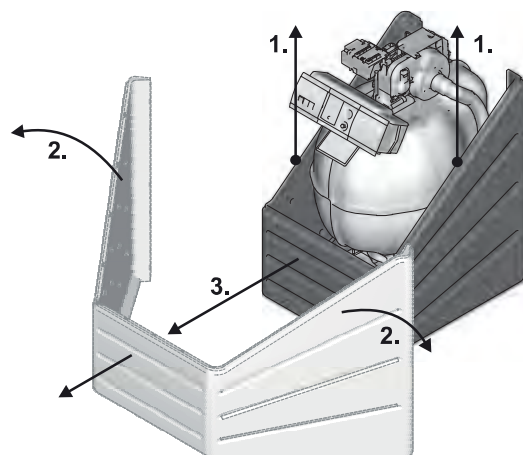

Fig. 9-2 Retrait de la jaquette de la chaudière
- Soulevez et retirez le revêtement de la chaudière (voir fig. 9-2).